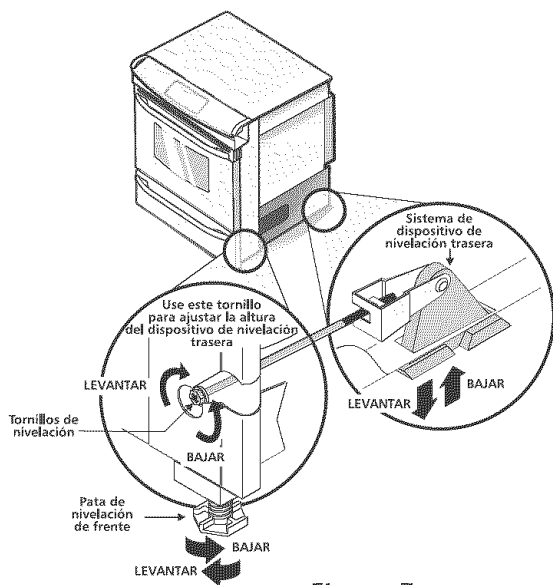

Figura 7
13. **Nivele la cocina** (vea Nivelación de la estufa). El piso donde se instala la cocina debe estar nivelado. Siga las instrucciones "nivelación de la estufa-modelos equipado con un sistema de dispositivo de nivelación" (figura 7).
- Baje el aparato, las 4 patas de nivelación alternadamente, hasta que la parte baja de la superficie de cocción repose sobre el mostrador. (figura 7)